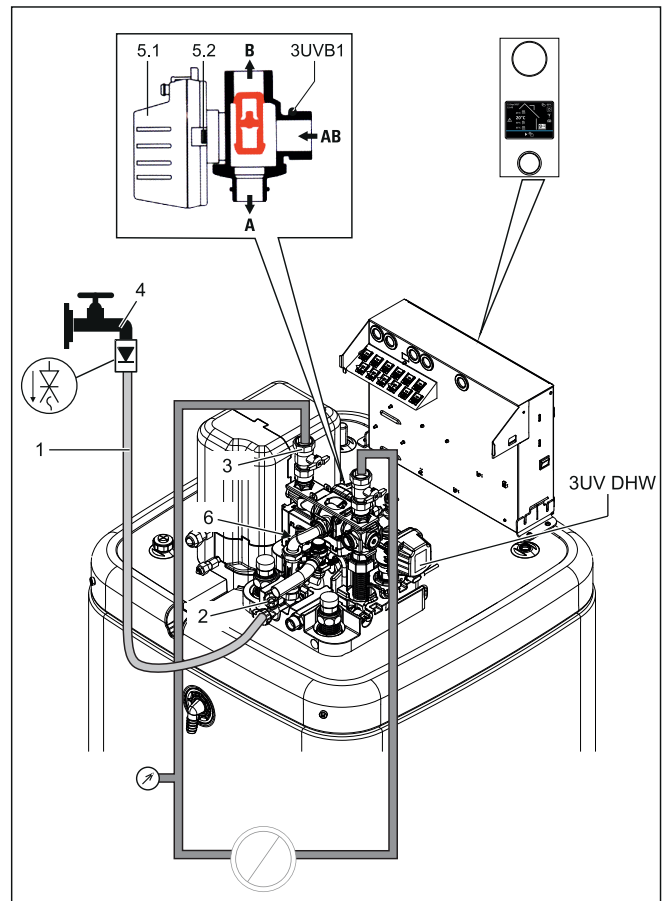

Fig. 57-2 Riempimento del circuito di riscaldamento
- 1 Collegare il flessibile di riempimento (Fig. 57-2, pos. 1) con valvola antiriflusso (1/2") e un manometro esterno (a cura del committente) al rubinetto di riempimento e svuotamento della caldaia (Fig. 57-2, pos. 2) e fissarlo con una fascetta stringitubo per evitare che scivoli.
- 3 Aprire il rubinetto acqua (Fig. 57-2, pos. 4) della linea di alimentazione.
- 4 Aprire il rubinetto di riempimento e svuotamento della caldaia (Fig. 57-2, pos. 2) e osservare il manometro.
- 7 Chiudere il rubinetto dell'acqua (Fig. 57-2, pos. 4). Il rubinetto di riempimento e svuotamento della caldaia deve rimanere aperto per poter leggere la pressione dell'acqua sul manometro esterno.
- 10 Durante l'esercizio di riscaldamento acqua calda controllare costantemente la pressione dell'acqua sul manometro esterno e, se necessario, rabboccare l'acqua attraverso il rubinetto di riempimento e svuotamento della caldaia (Fig. 57-2, pos. 2).
- 12 Controllare nuovamente la pressione dell'acqua sul manometro esterno e, se necessario, rabboccare l'acqua attraverso il rubinetto di riempimento e svuotamento della caldaia (Fig. 57-2, pos. 2).
- 13 Rimuovere il flessibile di riempimento (Fig. 57-2, pos. 1) con valvola antiriflusso dal rubinetto di riempimento e svuotamento della caldaia (Fig. 57-2, pos. 2).
Tab. 57-2 Legenda per Fig. 57-2